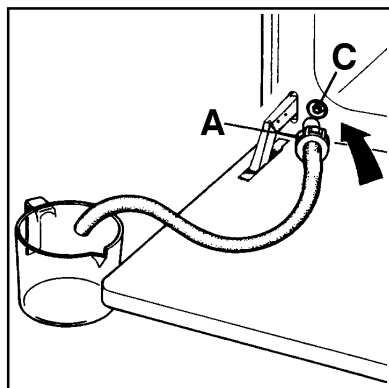

Рис. 34
3. Откройте дверцу духового шкафа (Рис. 34) и подсоедините штуцер (А), как показано на Рис. 35 а, к сливному клапану (С), расположенному в нижнем левом углу дверцы. Штуцер (А) присоединяется к клапану (С) путем оказания на него небольшого давления в направлении стрелки, благодаря которому вода может выливаться из бака.